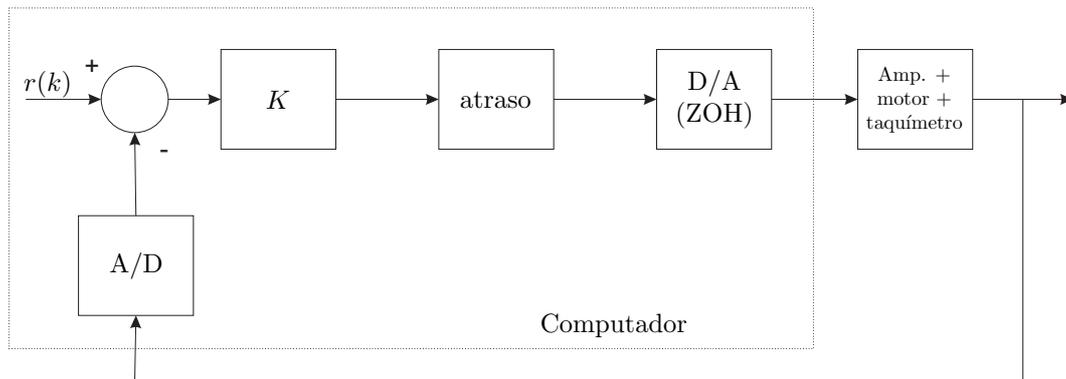
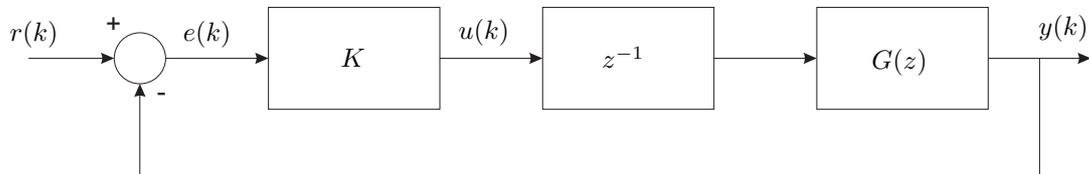

Figura 3: Sistema de controlo digital de velocidade (controlador proporcional).
Figura 4: Equivalente discreto em malha fechada do sistema AMT realimentado.
2) **(Controlador Proporcional)** Considere o sistema de controlo digital apresentado na Figura 3. Note que o tempo que o computador demora a calcular o sinal de controlo a partir do erro entre a saída e a referência pode ser significativo, em comparação com o intervalo de amostragem. Por esta razão, o programa introduz um atraso unitário equivalente a um período de amostragem. Nestas condições, o diagrama de blocos em cadeia fechada do sistema equivalente discreto é apresentado na Figura 4, em que $G(z)$ é a função de transferência calculada na alínea 1).
2a) Determine a função de transferência em malha fechada $Y(z)/R(z)$ do sistema discreto equivalente apresentado na Figura 4. Calcule o valor do ganho $K = K_1$ (como função de K_0 , τ e T) para que o sistema em malha fechada tenha pólos duplos e calcule a respectiva localização dos pólos. Calcule ainda o valor dos pólos para $K = K_1/2$, $K = 2K_1$ e $K = 4K_1$.
2) **Efeito da variação do ganho K** - Escolha o intervalo de amostragem $T = 2.5 ms$. Observe e esboce a resposta ao escalão unitário do sistema em cadeia fechada com o controlador proporcional (Figura 3) para $K \in \{K_1/2; K_1; 2K_1; 4K_1\}$. A partir dos cálculos efectuados na pergunta 2) da parte teórica, represente o mapa de pólos-zeros do sistema em cadeia fechada para aqueles valores de ganho. Comente os resultados.
5) **Ajuste de parâmetros/outras especificações** - Calcule novos valores dos parâmetros do controlador da equação (2) de forma a